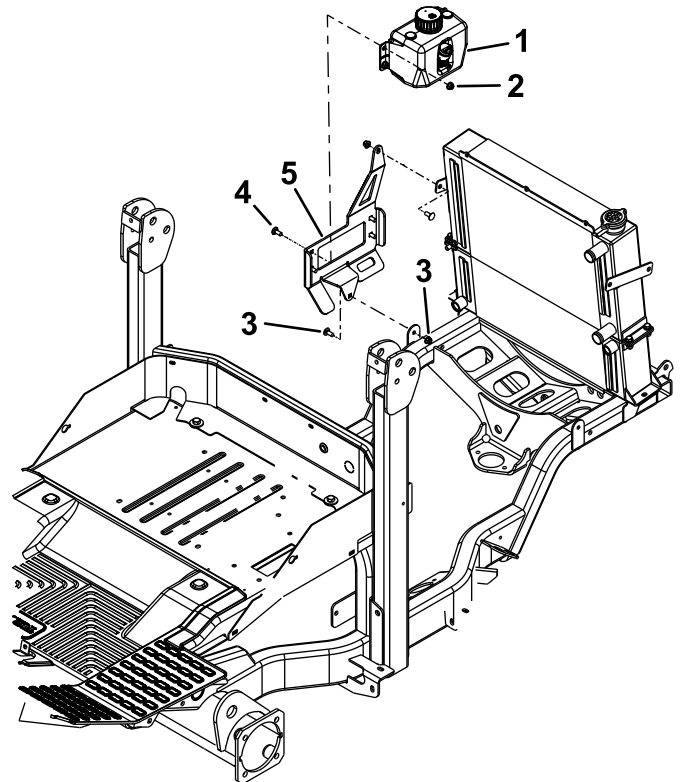

Figure 26
1. Fixez le réservoir sur le support avec 4 boulons de carrosserie (5/16" x 3/4") et 4 écrous (5/16") ; voir Figure 26.